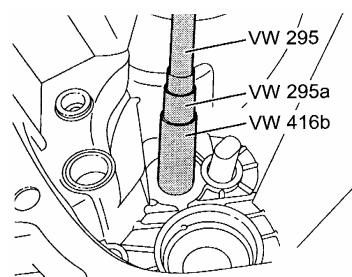

图 12-73 嵌入滚柱套筒
(4) 嵌入滚柱套筒, 应使用专用工具进行, 如图 12-73 所示。